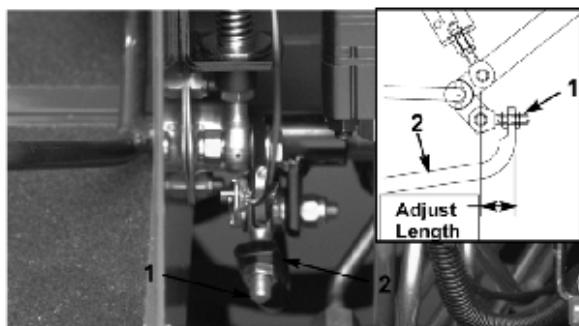

図 46
4. 前への動きを止めたい場合は、ポンプ・ロッドの端部にあるジャム・ナットを回してポンプ・コントロール・チューブ(図46)を前へ動かす。後への動きを止めたい場合は、後へ動かす。